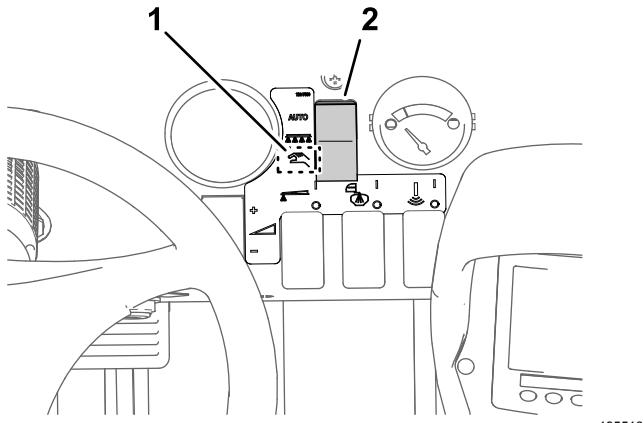

Figura 43
- Mueva el interruptor del modo de fumigación al modo manual (Figura 43).